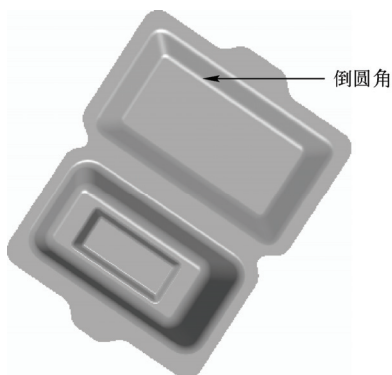

图 16-40 创建倒圆角特征六
STEP 22 用与上述同样的方法，使用“圆角”命令，设置圆角半径为“10”，进行圆角操作，创建圆角特征，效果如图 16-40 所示。